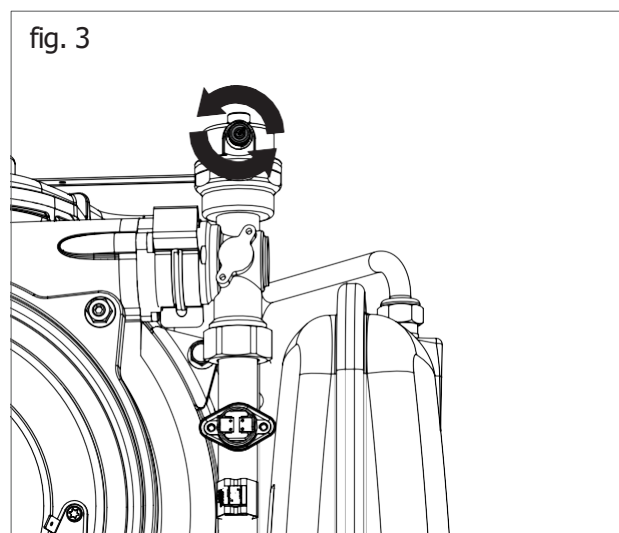

fig. 3
Pentru poziționarea centralei, procedați astfel (vedeți fig. 3):
1. Slăbiți ușor capacul supapei de aerisire plasată în partea superioară a schimbătorului de căldură (fig. 3) pentru a elibera aerul din partea de sus a sistemului.
6. Deschideți supapele de aerisire ale radiatoarelor și verificați procesul de eliminare a aerului. CÂND ÎNCEPE SĂ IASĂ APA, ÎNCHIDEȚI SUPAPELE DE AERISIRE ALE RADIATOARELOR ȘI SUPAPA DE AERISIRE SITUATĂ ÎN PARTEA DREAPTĂ SUPERIOARĂ A SCHIMBĂTORULUI DE CĂLDURĂ (fig. 3).